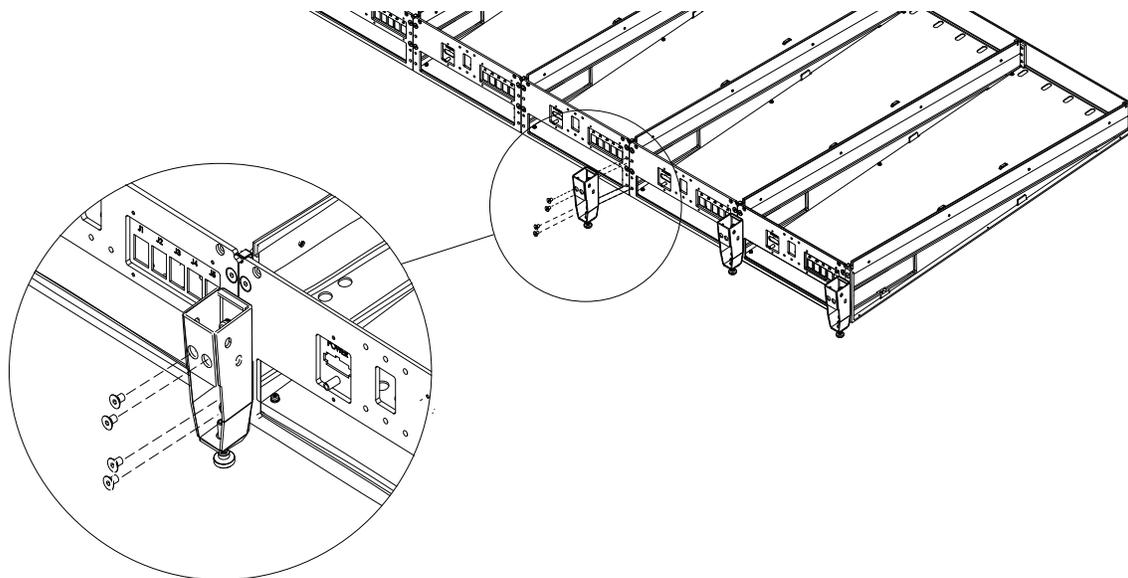

Figura 23. Unir un pie posterior a dos placas de unión posteriores adyacentes
- El resto de los pies posteriores se fijan a las placas de unión posteriores adyacentes según se muestra en la Figura 23.